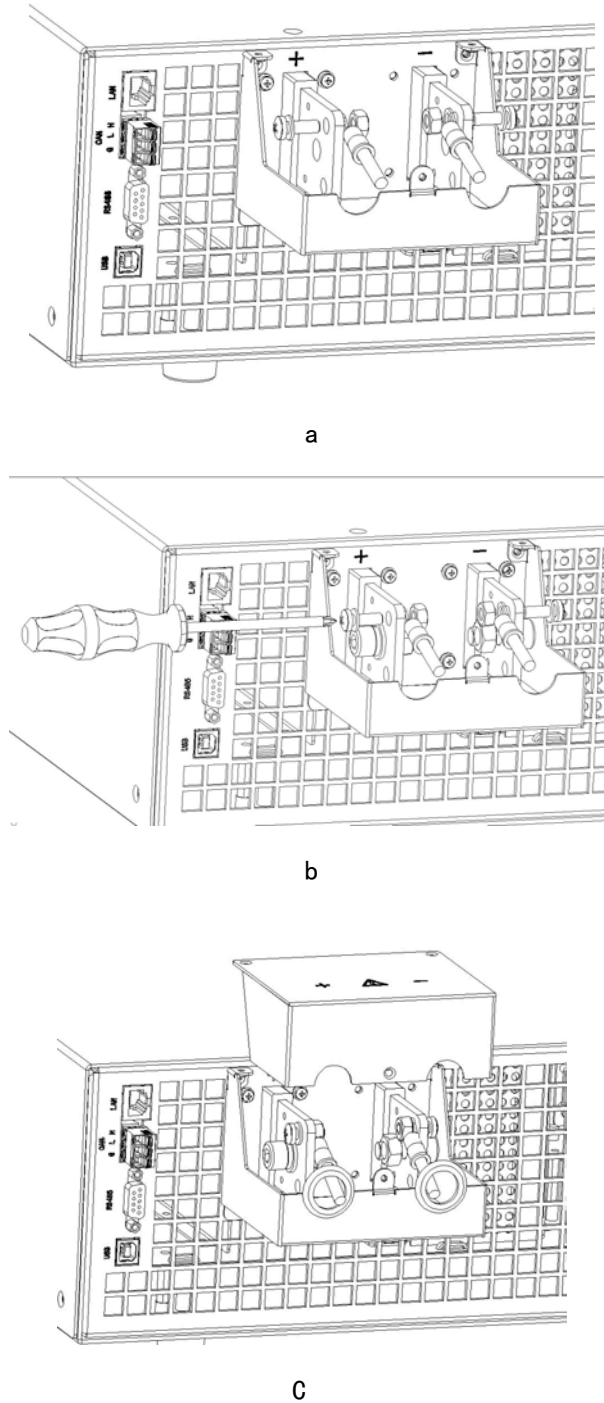

图 3-6 直流输出接线示意图
- (1) 电源输出端子位于后面板的中间部分。
- (2) 电源线必须至少额定 85°C。
- (3) 电源线径应介于 7AWG-9AWG。
- (4) 连接方式见下图 3-6：